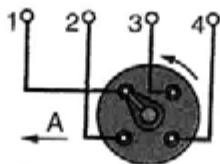

Рис. 8.1.29. Порядок присоединения проводов к свечам от датчика-распределителя зажигания:
- установить высоковольтные провода в крышку датчика-распределителя в соответствии с порядком работы цилиндров 1–2–4–3 (рис. 8.1.29).